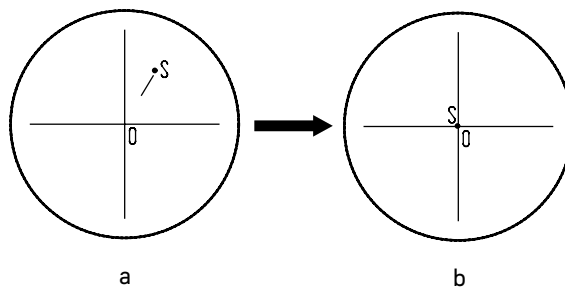

Рис. 21. Настройка канала визуализации
- Установите рукоятку переключения светового потока **3** в положение для наблюдения через окуляры. Наблюдая объект через окуляры, найдите отличительную точку в поле зрения (легко идентифицируемую цель, такую как точка *S* на рис. 21а), переместите объект на предметном столике так, чтобы данная точка находилась в центре поля зрения, как показано на рис. 21b. Для этой процедуры вместо обычного препарата удобно использовать специальный калибровочный слайд с перекрестием, а вместо обычного окуляра – окуляр с перекрестием.